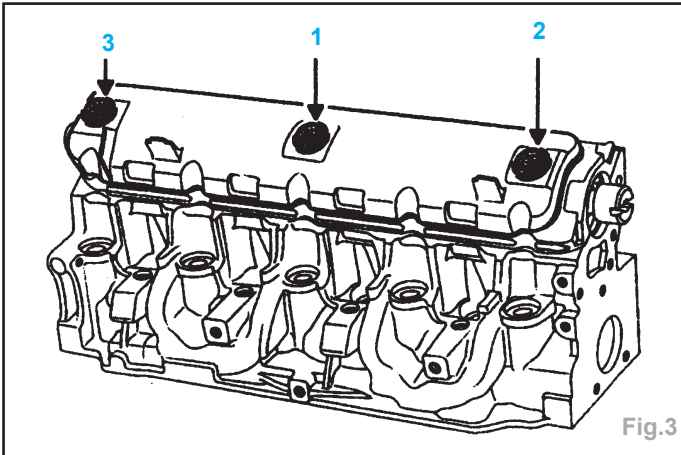

Fig.3
- F9Q (Fig.3).....a) vis 1 à 1,2